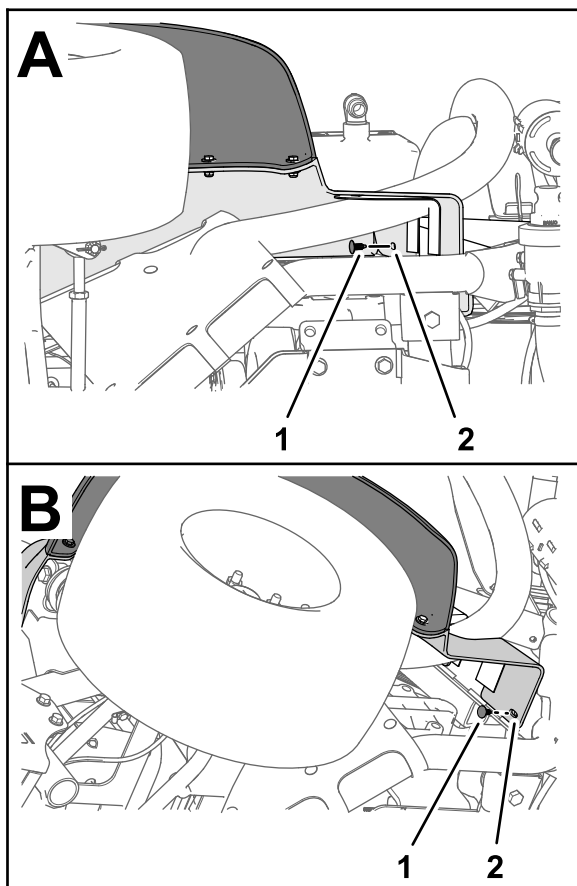

Рисунок 220
5. Прикрепите крыло к швеллеру рамы с помощью двух вставных держателей (Рисунок 220).